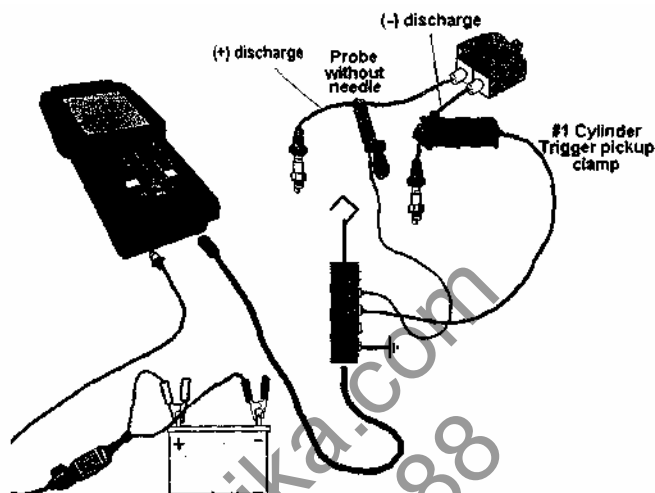

Рис. 4-27. DLI катушка с двумя выходами – Вторичный триггер
- Тип В: Оба кода высокого напряжения открыты (рис. 4-27), но первичных линий нет.
d. Для типа В выберите вторичный триггер, используя зажим цилиндра #1 (рис. 4-27). Подсоедините зажим к одному из отрицательных кабелей высокого напряжения (CH3). Подсоедините зонд без иглы к положительному кабелю (CH2).